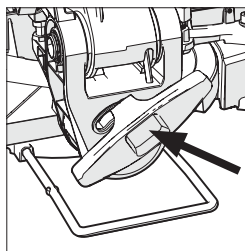

Fig. 22
- Allentare la manopola di bloccaggio bisello (Fig. 22).